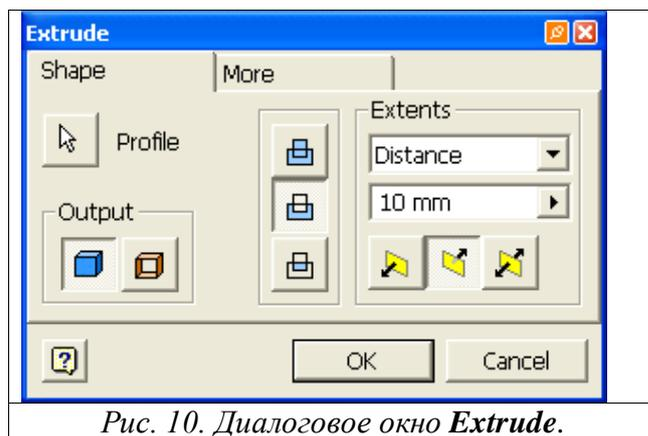

Рис. 10. Диалоговое окно **Extrude**.
6. В диалоговом окне **Extrude** (рис. 10) нажмите кнопку **Cut** , а затем в поле **Extents** укажите размер равный 10 мм. Как только все операции будут проделаны, нажмите кнопку **Ok** для завершения команды выдавливания.